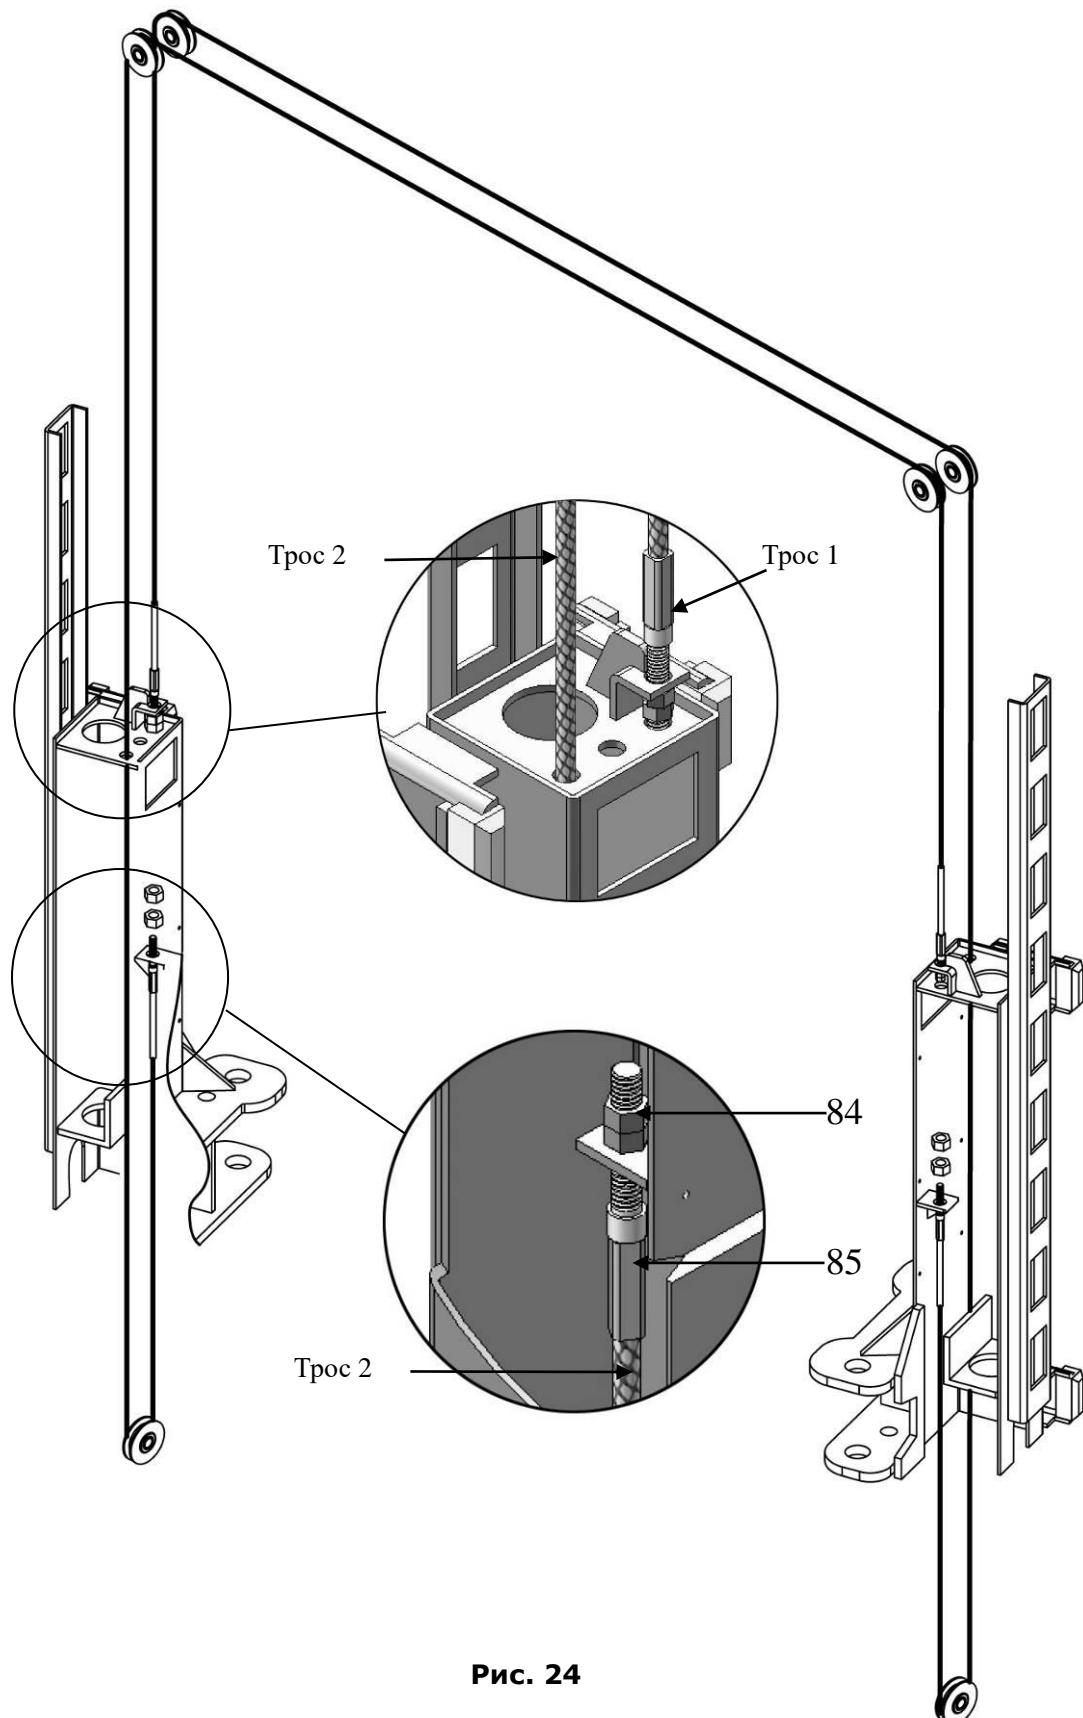

Рис. 24
2.2 Трос синхронизации для высокой конструкции (**см. рис. 24**).